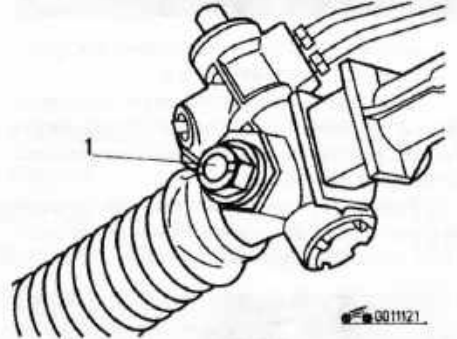

Рис. 7.5. Винт регулировки люфта рулевой передачи с гидроусилителем: 1 — винт
2. Ослабьте контргайку регулировочного винта 1 (рис. 7.5).